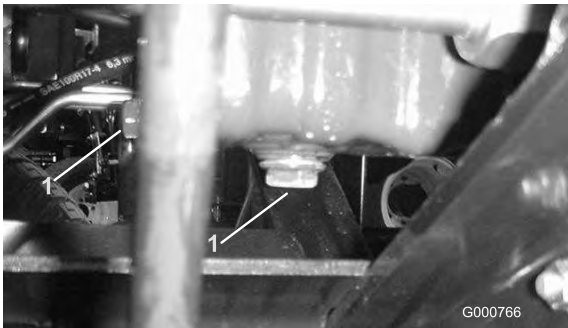

Bild 55
1. Entfernen Sie die Ablassschraube (Bild 55) und lassen Sie das Öl in die Auffangwanne ab. Schrauben Sie die Ablassschraube wieder ein, nachdem das Öl abgelaufen ist.